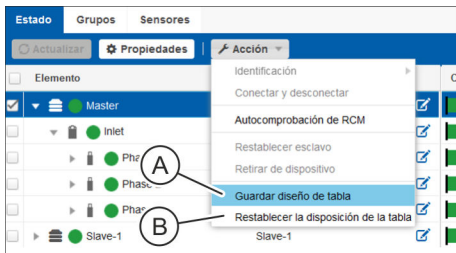

Fig. 97: Punto de menú "Acción"
5. → Con el punto de menú "Acción → Guardar diseño de tabla" (Fig. 97/Ⓐ) guarde el agrupamiento modificado.
6. → Con el punto de menú "Acción → Restablecer la disposición de la tabla" (Fig. 97/Ⓑ) restaurezca la configuración básica.